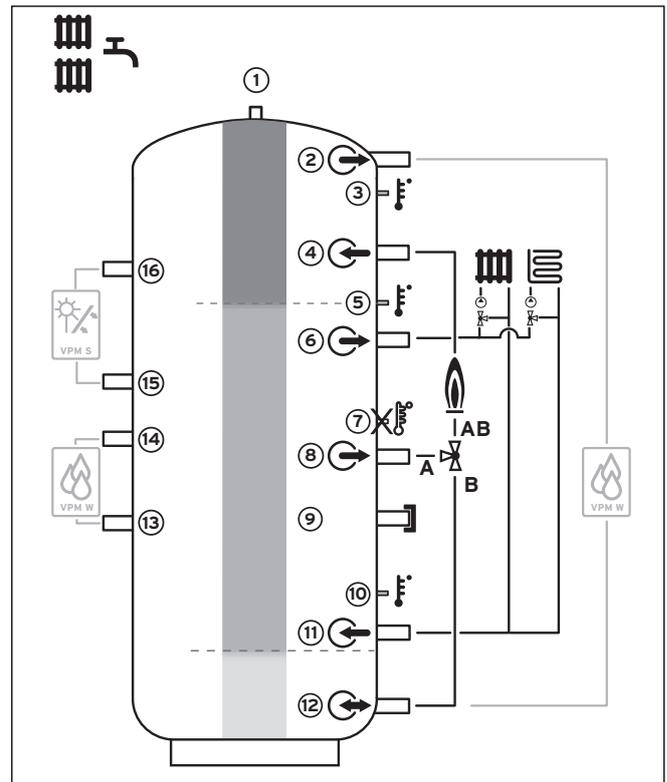

Abb. 4.2 Anschlussschema Wohnanwendung
- Montieren Sie die Frischwasserstation an Vor- und Rücklauf (siehe Abb. 4.2, 13/14).
- Montieren Sie die Solarladestation an Vor- und Rücklauf (siehe Abb. 4.2, 15/16).
- Montieren Sie drei VR 10 Temperaturfühler aus dem Lieferumfang des Solarsystemreglers VRS 620/3 in die Fühlerrohre (siehe Abb. 4.2, Pos. 3, 5 und 10) des Pufferspeichers.
Wenn laut Hydraulikplan ein motorbetriebenes Umschaltventil notwendig wird, um zwischen dem Bereitschaftsteil für Warmwasser und dem für die Heizung umzuschalten, dann gilt folgende Einbausituation (siehe Abb. 4.2):